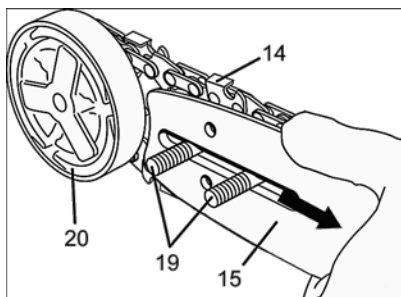

Рисунок 3
- встановіть напрямну шину (15, рисунок 3) на напрямні гвинти (19, рисунок 3) під кришкою зчеплення, якомога ближче до приводної зірочки, яка розташована під диском зчеплення (20, рисунок 3);
- одягніть пиляльний ланцюг (14, рисунок 3) на приводну зірочку та вставте хвостовики ланок ланцюга в паз верхньої частини напрямної шини (15, рисунок 3), переконавшись, що різальні кромки ланок спрямовані у напрямку обертання ланцюга;
- потягніть напрямну шину вперед, натягнувши таким чином ланцюг (дивіться рисунок 3);